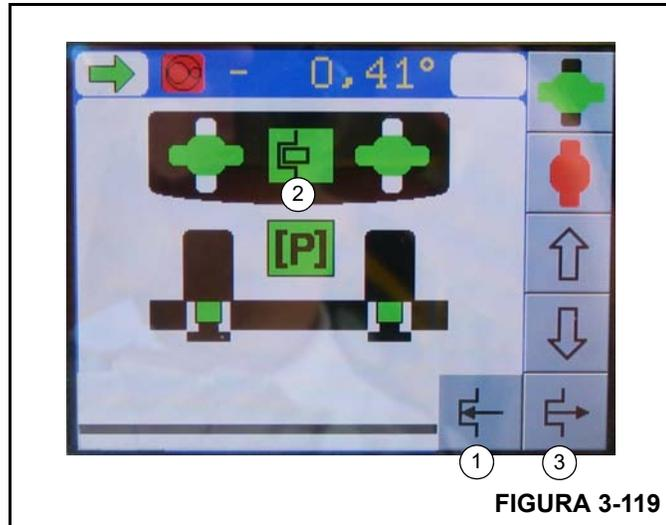

FIGURA 3-119
1. Presione el botón de engrane (1, Figura 3-119). Cuando los cilindros de bloqueo están totalmente engranados, el icono de cilindros de bloqueo (2) se torna de color verde.
1. Presione el botón de retracción (3, Figura 3-119). Cuando los cilindros de bloqueo están totalmente retraídos, el icono de cilindros de bloqueo (2) se torna de color rojo.